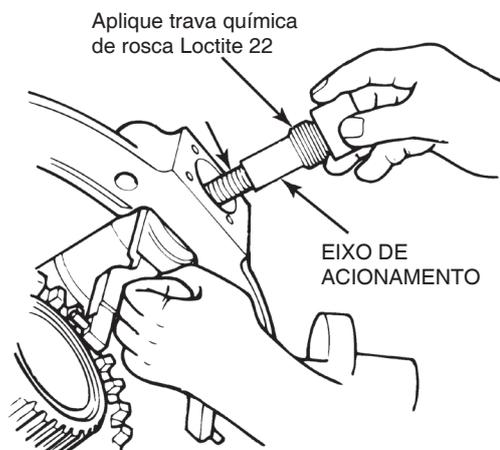

Figura 6.27
6. Mantenha o garfo do anel de engrenamento em sua posição. Instale a mola de retorno do eixo de acionamento através da abertura para o eixo na caixa do diferencial, através do furo do garfo e dentro do alojamento para a mola. Figura 6.27.